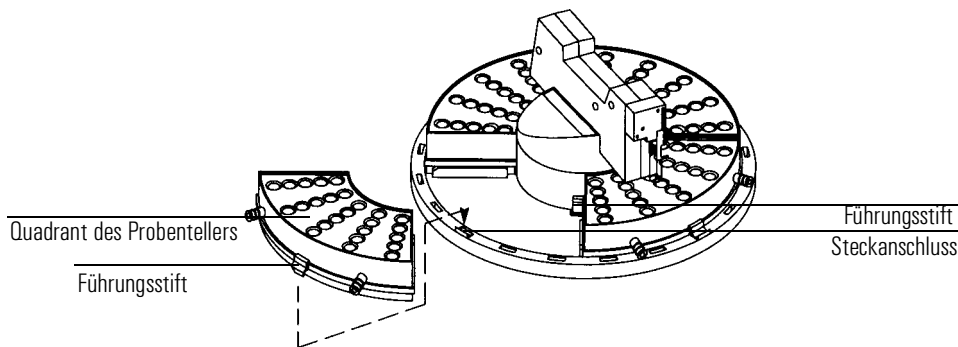

Abbildung 2 Installieren der Quadranten der Probeteller
4. Installieren Sie den Quadranten des Probetellers. Schieben Sie die Führungsschienen jedes Quadranten unter die Stifte des Probetellers, lassen Sie dann den vorderen Stift in den Steckanschluss des Probetellers einrasten. Siehe Abbildung 2 .